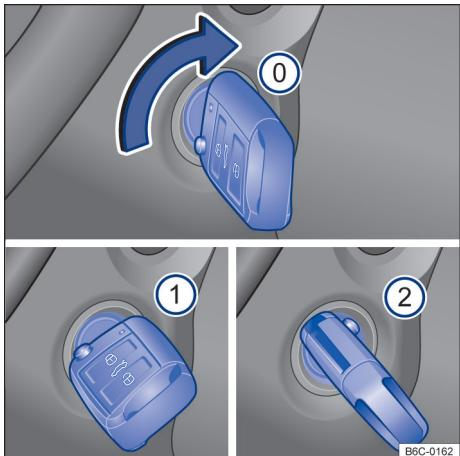

Fig. 91 Ao lado do volante, à direita: posições da chave do veículo no cilindro da ignição.
Posições da chave do veículo → Fig. 91
- ① Ignição desligada. A chave do veículo pode ser retirada.
- ② Pisar no pedal do freio (*veículos com transmissão automática*), ou no pedal da embreagem (*veículos com transmissão manual*) e ligar o motor. Quando o motor pegar, soltar a chave da ignição. Ao soltar, a chave do veículo retorna à posição → Fig. 91 ①.
– **Veículos com cilindro da ignição:** girar a chave do veículo na posição → Fig. 91 ①. A ignição está ligada. Nesse instante a luz de controle do sistema de partida aquecida  irá se acender no instrumento combinado. Aguardar que a luz de controle  se apague indicando o término do aquecimento do combustível (esta ação poderá ser necessária em condições de partida com o motor frio).
- *Veículos com cilindro da ignição:* girar a chave do veículo no cilindro da ignição para a posição → Fig. 91 ② – não acelerar. Quando o motor começar a funcionar, soltar a chave do veículo no cilindro da ignição.
- *Veículos com cilindro da ignição:* girar a chave do veículo no cilindro da ignição na posição → Fig. 91 ①.